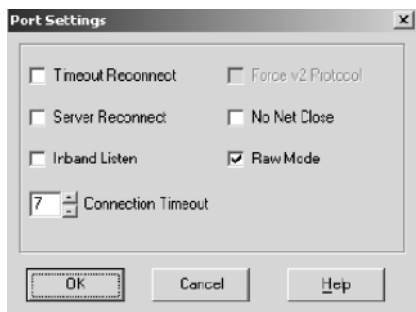

Рис. 29. Окно настройки порта
7. Щелкните по кнопке *Port Settings* («настройки порта»). Откроется диалоговое окно *Port Settings* (рис. 29, табл. 6).